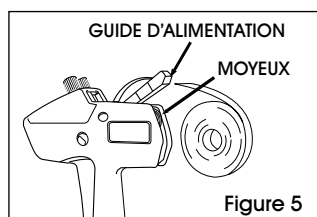

Figure 5
3. Placez le rouleau d'étiquettes entre les moyeux et enclenchez-le. (Voir figure 5)
4. Alimentez la bande d'étiquettes par le trou dans le guide d'alimentation. (Voir figure 5)